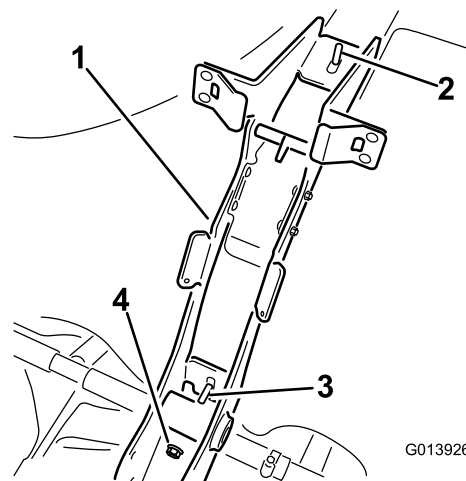

Figura 4
8. Sujete el bastidor principal al fleje del depósito con 2 contratuercas (Figura 4).